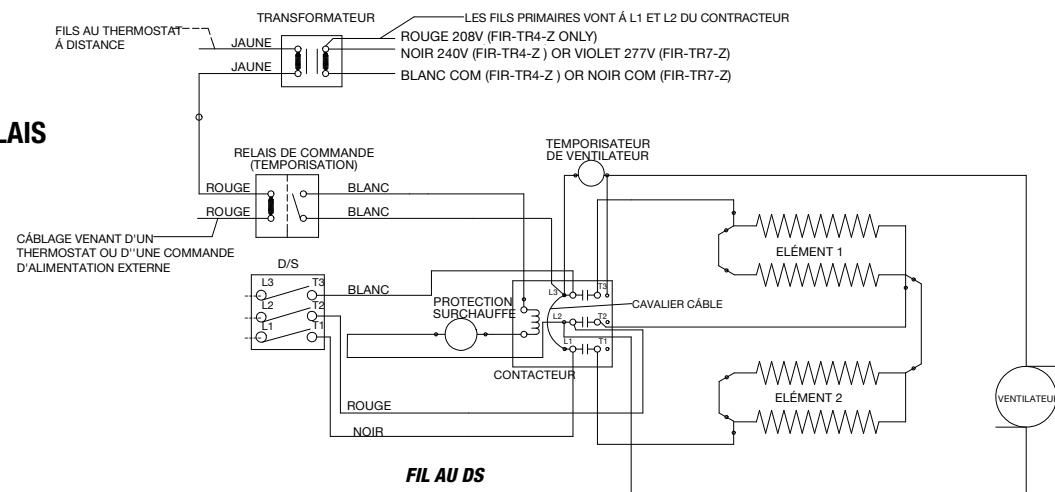

Figure 8
- Pour l'arrêt pendant la nuit, voir le schéma de câblage, figure 8.
1. Installer le transformateur et le relais comme illustré sur la figure 8.